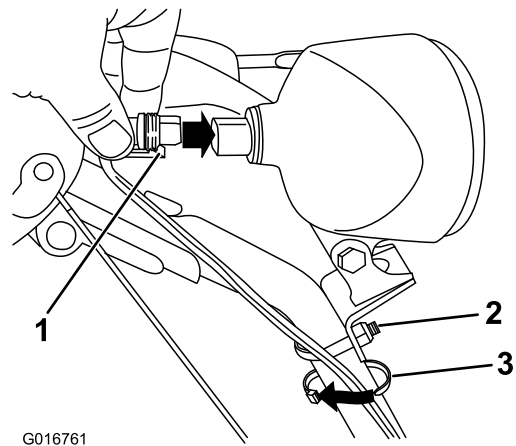

Figure 18
1. Branchez directement le connecteur qui est au bout du fil à l'arrière du phare et enfoncez-le bien en place (Figure 18).
**Remarque:** Assurez-vous que l'attache en plastique du connecteur se trouve en bas (Figure 18).
2. Attachez un serre-câble (pris dans le sachet de pièces détachées) autour du câble et du guidon à environ 2,5 cm (1") en dessous de l'étrier fileté (Figure 18).